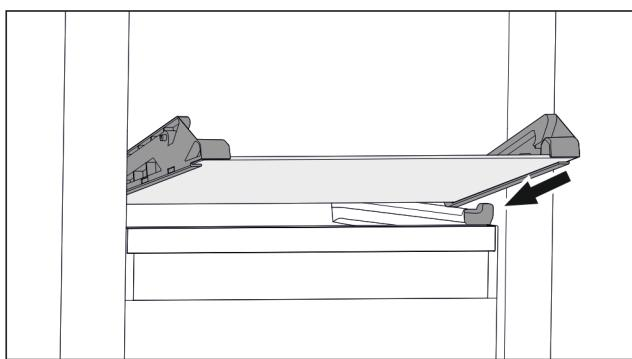

Fig. 62 Стеклянная пластина откидного выдвижного ящика
- ▶ Наклоняя вниз, установите стеклянную пластину за стопоры. (см. Fig. 62)